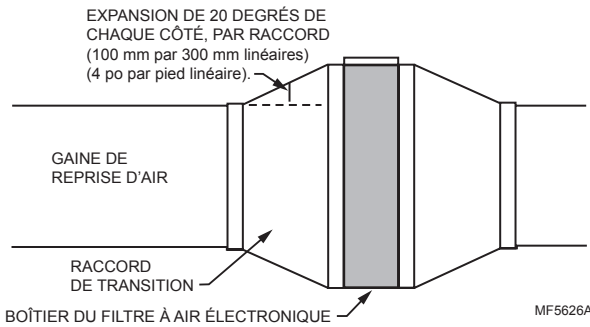

Fig. 4. Modifier l'encombrement de la gaine à l'aide de raccords de transition pour réduire la turbulence au minimum.
Des raccords de transition sont nécessaires lorsque les dimensions de la gaine et du boîtier du filtre à air sont différentes. Les raccords de transition réduisent la turbulence et augmentent l'efficacité. L'expansion maximale doit être de 20 degrés (environ 100 mm par 300 mm linéaires [4 po par pied linéaire]) de chaque côté du raccord de transition. Voir la Fig. 4.
- ❑ Installer un raccord de transition si les ouvertures de l'appareil de chauffage et du filtre sont de dimensions différentes. Voir la Fig. 4.
- ❑ Installer un raccord de transition si les ouvertures du boîtier du filtre à air et de la gaine sont de dimensions différentes. Voir la Fig. 4.